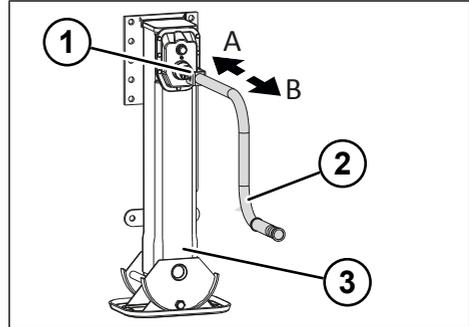

Abb. 5-2: Lastgang und Schnellgang der Stützvorrichtung
- ▶ Schnellgang durch Herausziehen der Handkurbel einschalten (siehe "Abb. 5-2: Lastgang und Schnellgang der Stützvorrichtung", S. 26).
- ▶ Lastgang durch Hineindrücken der Handkurbel einschalten (siehe "Abb. 5-2: Lastgang und Schnellgang der Stützvorrichtung", S. 26).
- ▶ Lastgang durch Hineindrücken der Handkurbel einstellen (siehe "Abb. 5-2: Lastgang und Schnellgang der Stützvorrichtung", S. 26).
- ▶ Schnellgang durch Herausziehen der Handkurbel einstellen (siehe "Abb. 5-2: Lastgang und Schnellgang der Stützvorrichtung", S. 26).